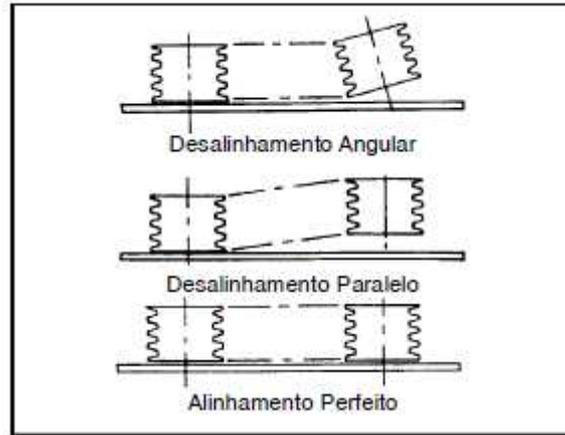

Figura 9: Alinhamento da correia em “V” do equipamento
6.1.1 Alinhamento da Polia – O alinhamento deve ser mantido para a transmissão a plena potência, mínima vibração e longa vida útil do equipamento motriz. Um micrômetro relógio deve ser usado para verificar a excentricidade na periferia e na face de cada polia. Pode ser usada uma régua para verificar o alinhamento das polias da bomba e do motor no sentido vertical, conforme Figura 9.